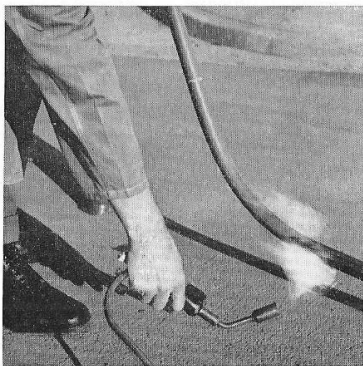

Bild 10
3.5 Biegen von Rohren ohne Füllung (Bild 10, 11 u. 12)